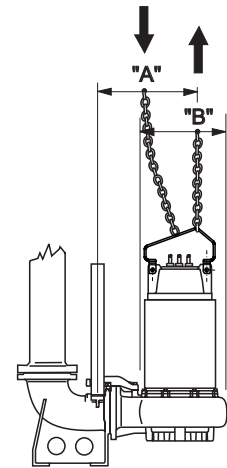

Fig. 2
1.5 - Si deseamos extraer la electrobomba de su alojamiento desconectar en primer lugar los cables eléctricos del cuadro de mandos y realizar la elevación como se indica en la pág. 53 (Fig. 2). Lavar con un chorro de agua limpia el externo y el interno de la bomba, eliminando todo posible residuo de líquido bombeado, usando para ello gafas de prevención de accidentes, guantes de goma, máscaras y trajes impermeables.